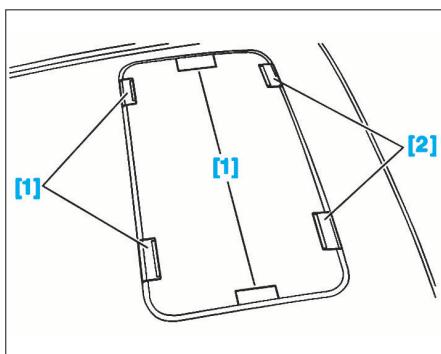

FIG. 73
- Approcher les écrous (3) à la main.
- Placer les cales [1] à l'arrière du toit ouvrant (Fig.73).